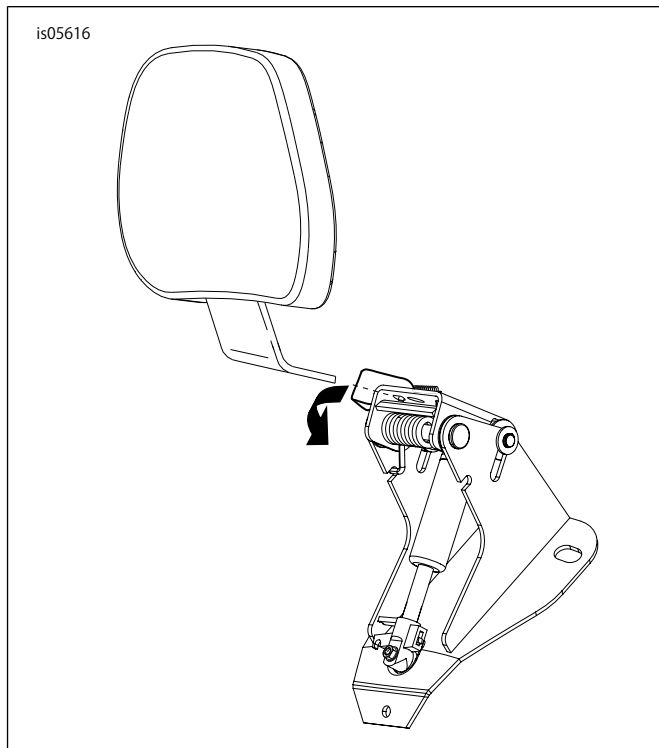

図13。バックレストの取り付け
1. 「図13」を参照。図のように、バックレストブラケットにあるレバーを押します。